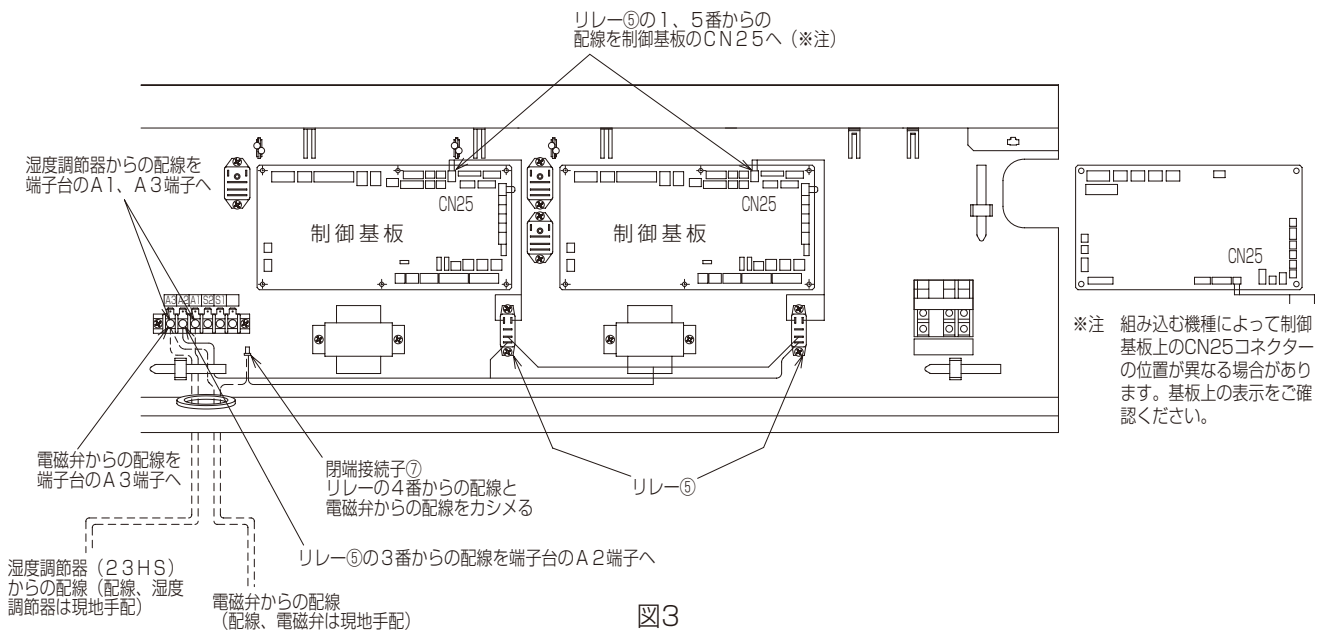
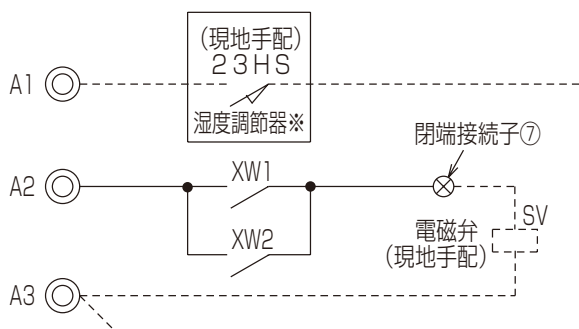
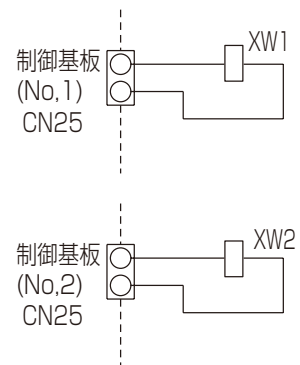

図3
図4
図5
・・・図3
- 1) リレー⑤、電磁弁、湿度調節器からの配線を図3、図4、図5を参照して接続してください。